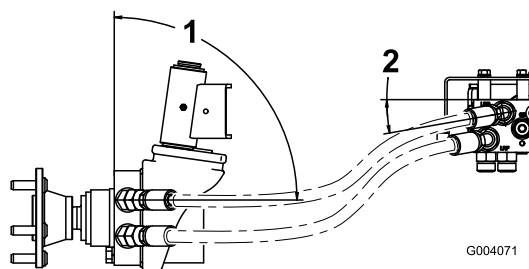

Figure 7
2. Acheminez les 2 flexibles gauches jusqu'au moteur de la roue gauche. Branchez le flexible supérieur du collecteur au raccord supérieur du moteur de roue et le flexible inférieur du collecteur au raccord inférieur du moteur de roue (Figure 7). Si les flexibles ne sont pas correctement acheminés ils peuvent toucher les pneus ou le pare-chocs arrière et être endommagés.